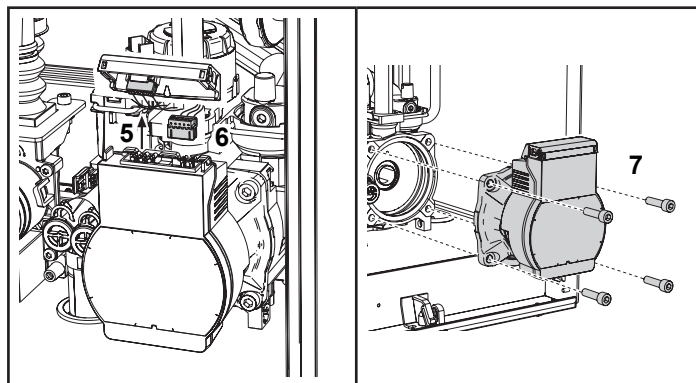

fig. 52 - Sustitución/mantenimiento del circulador de la bomba de calor
- Desenroscar y quitar el grupo motor del circulador ("7" de fig. 52.) y quitar el circulador.